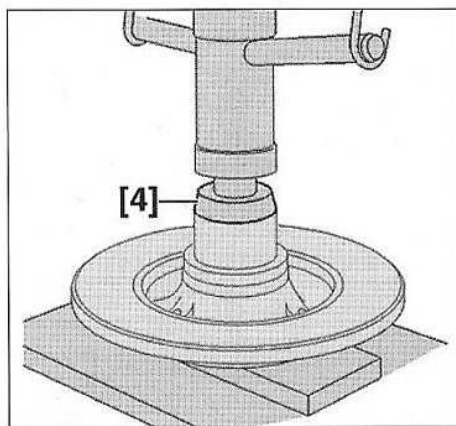

FIG.42
- Reposer, à l'aide d'une presse hydraulique et de l'outil [4], le roulement neuf jusqu'en butée dans le fond de son logement (Fig.42).